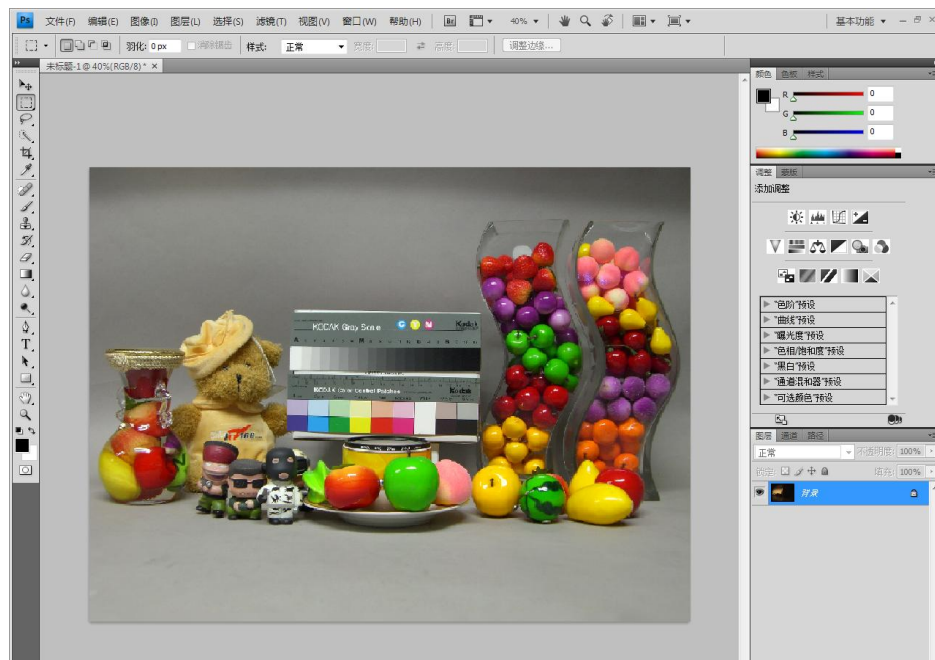

图 5.3 Photoshop 通过 TWAIN 接口采集到的图片
4. 在预览窗口下，选定好要捕获的画面后，点击图 5.2 中的捕获按钮，图像就被采集到了 Photoshop 中，如图 5.3 所示。